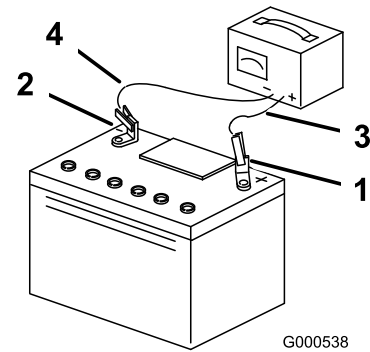

Figure 26
5. Une fois la batterie chargée au maximum, débranchez le chargeur de la prise électrique, puis débranchez les fils du chargeur des bornes de la batterie (Figure 26).